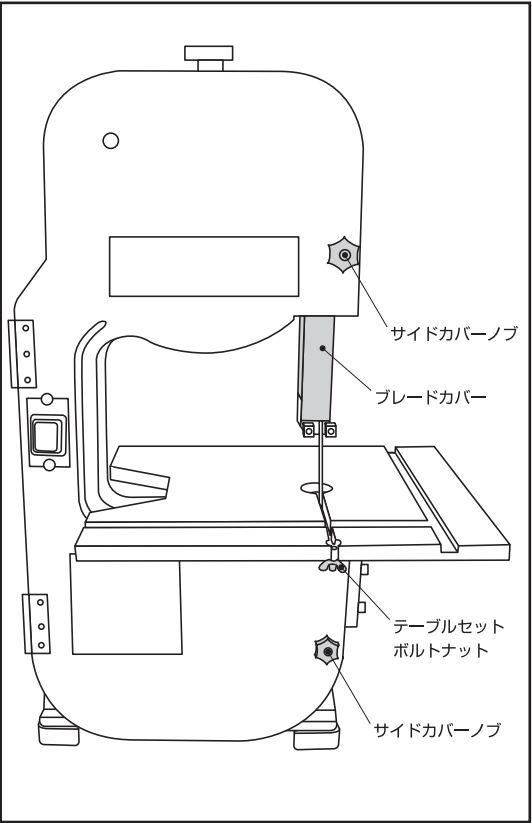

図12
- 1.サイドカバーノブをゆるめて、本体正面再度カバーを開いてください。（図12）